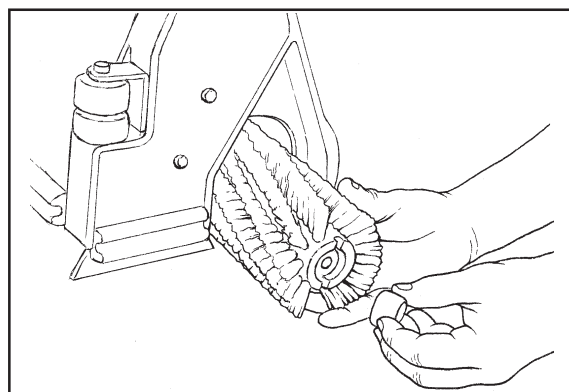

Figure 24
6. Retirez la cale de la brosse et la brosse en les faisant glisser de l'axe de la brosse (figure 24).